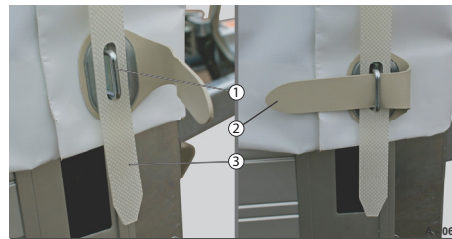

Abb. 70 Riemenband sichern
- Riemenband (Abb. 70/2) von oben nach unten in die Ösen (Abb. 70/1) einfädeln.
- Schnalle (Abb. 70/3) durch die senkrechte Öse schieben.